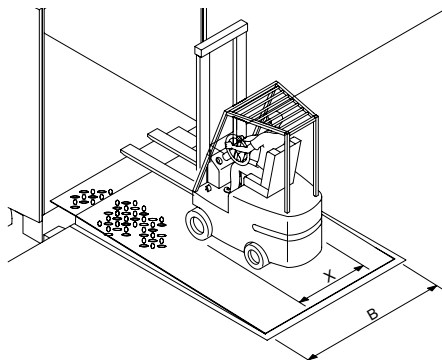

Рис. 3. Ограничения по эксплуатации погрузочных средств
- Не превышайте максимальную нагрузку на платформу (6 тонн). Максимальная нагрузка соответствует сумме веса погрузчика, весов перевозимого груза и водителя. Разрешается использование погрузочного оборудования (погрузчики, электрические тележки, гидравлические ручные тележки и т. п.), у которого максимальная ширина расположения колес **X** меньше ширины платформы **B** как минимум на 700 мм (рис. 3). При этом контактные поверхности небольшого размера у меньших и жестких колес могут вызвать серьезные деформации платформ, не рассчитанных на такие нагрузки. Подобная деформация (колея)